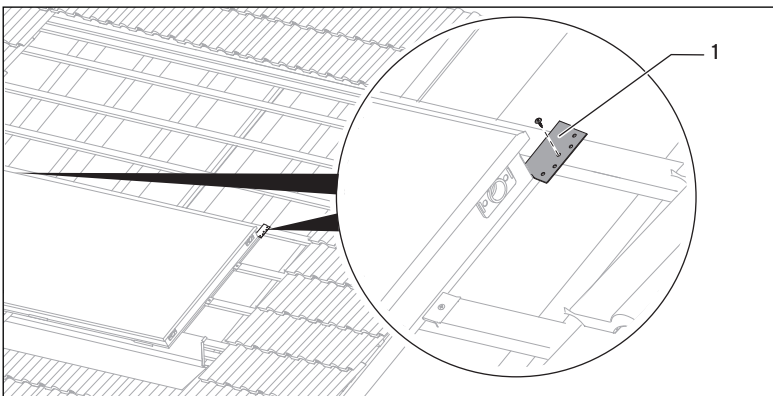

Fig. 6.7 Vissage des entretoises
- Bloquez les raccords de tube avec les agrafes (3).
- Fixez le capteur latéralement avec les 4 colliers et les vis n°3 fournis sur les voliges (voir Fig. 6.7).